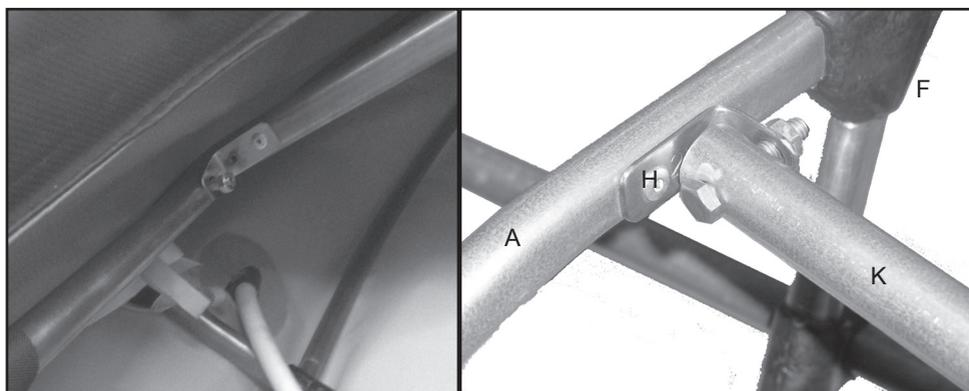

Рис. 13. Установка фальшбортов.
15. Наденьте соединительные трубки (11) на стрингера (10) . Выпрямите места стыковки и задвиньте соединительные трубки так, чтобы они перекрыли места стыковки.
16. Вставьте трубки фальшбортов (9) в карманы шкуры и прикрепите их болтами к проушинам крепления фальшбортов шпангоутов №1 и №2 так как это показано на рис.13.